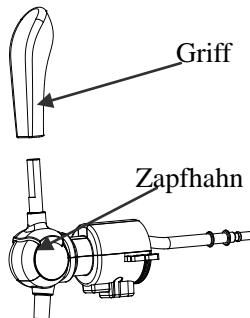

Abbildung 6
2. Installieren Sie den Griff, um ihn mit dem Zapfhahn zu verbinden, stellen Sie sicher, dass beide Enden perfekt zusammenpassen. (Siehe Abbildung 6)